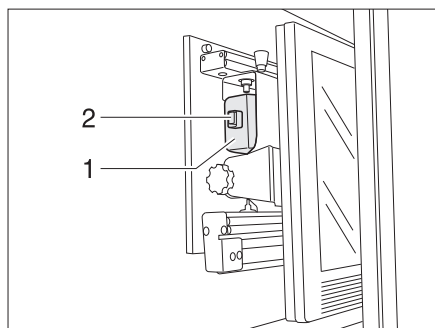

Fig. 5 Support dans le meuble de télévision
- Rentrer le support d'écran plat en le tenant par la poignée (Fig. 5,1) jusqu'à ce que le verrou (Fig. 5,2) s'enclenche.